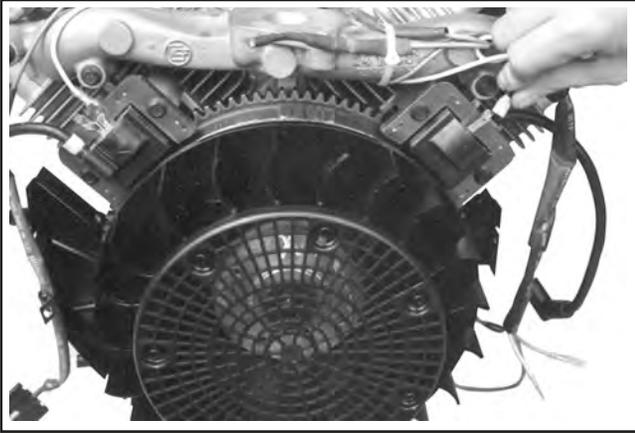

Abbildung 11-54. Anschluss der allgemeinen Kabel an die Standard-Zündmodule.
Auf Motoren, die nicht mit SMART-SPARK™ ausgestattet sind, werden die Module mit dem Zündkabel vom Modul stets entfernt vom Zylinder installiert. Auf dem Zylinder Nr. 1 muss die allgemeine individuelle Lasche gegen sich selbst gerichtet sein. Siehe Abbildung 11-54. Auf dem Zylinder Nr. 2 muss die allgemeine individuelle Lasche von sich weg gerichtet sein (nach innen).
- Bei den Standard-Zündmodulen das Hauptkabel an die Endverschlusslasche anschließen. Siehe Abbildung 11-54.